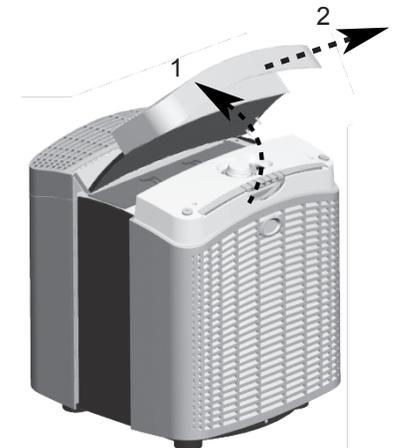

Fig. 4b - Retrait du couvercle supérieur
2. Retirez le couvercle supérieur. Placez les doigts sous les languettes aux coins avant du couvercle supérieur, puis tirez-le vers l'avant. Voir figure 4b.